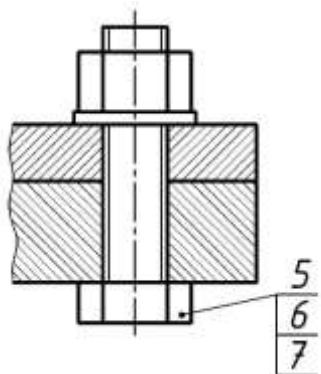

Рисунок 4. Изображение стандартных крепежных деталей с общей линией–выносной
- з) допускается делать общую выноску с вертикальным расположением номеров позиций, например, для группы крепежных деталей: болт, гайка, шайба (рис. 4).